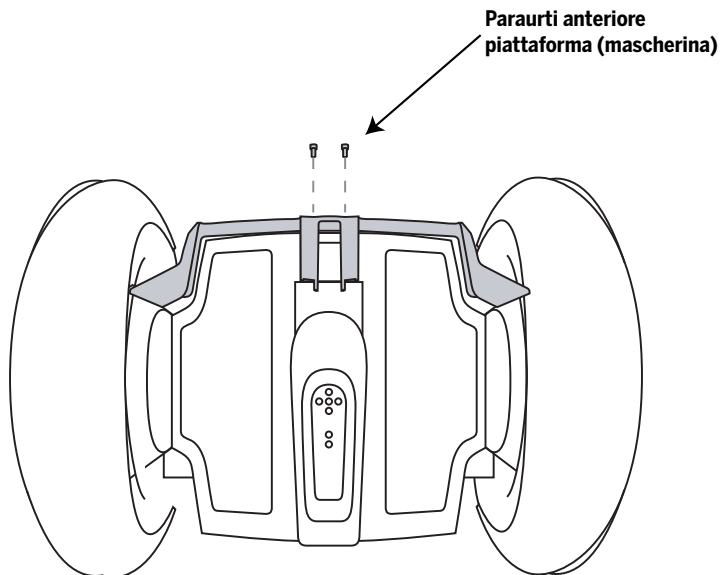

Figura 1. Rimuovere le viti della mascherina
2. Togliere le (2) viti di fermo dal paraurti anteriore piattaforma (mascherina) con una chiave a brugola esagonale da 4 mm. Vedere la Figura 1.